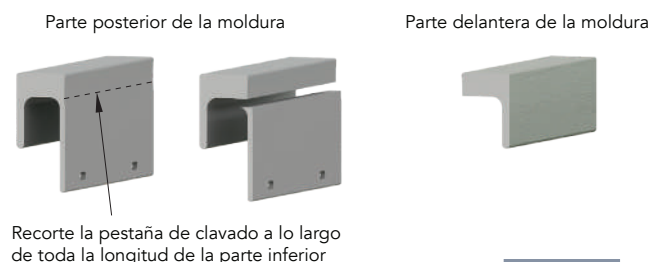

Figura 5
- Para facilitar la instalación, recorte la pestaña de clavado de la pieza de moldura inferior (Figura 5).
- Mida el cuerpo de la moldura y agregue de 1/8" a 1/4" (3,2 a 6,4 mm) para asegurar un espacio libre entre la parte superior del panel de revestimiento y la base del bolsillo de la moldura (Figura 5).